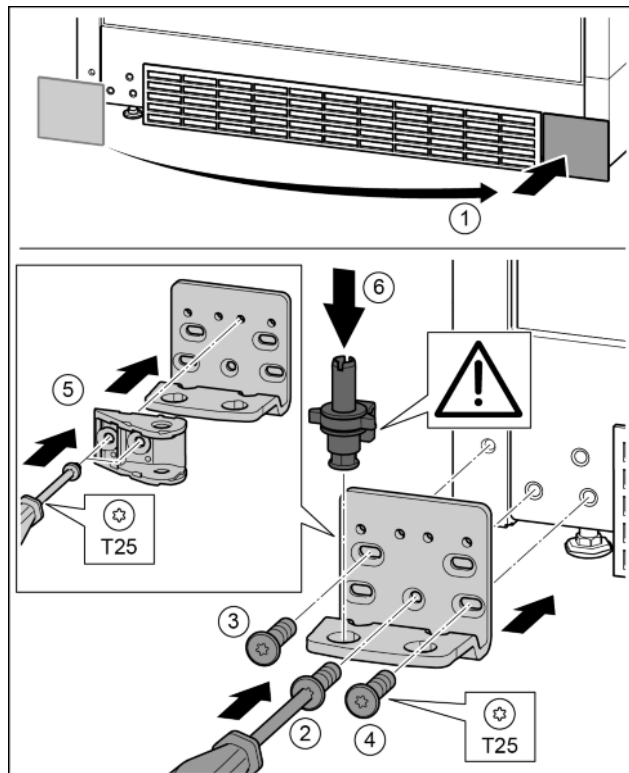

Fig. 31
- ▶ Зніміть кришку та встановіть її з іншого боку. *Fig. 31 (1)*
- ▶ Встановіть опорний кронштейн з іншого боку і закріпіть гвинтами за допомогою викрутки T25. Почніть із гвинта 2 знизу посередині. *Fig. 31 (2)*
- ▶ Закрутіть гвинти 3 та 4. *Fig. 31 (3, 4)*
- ▶ Поверніть з'єднувальний елемент демпфера на 180°. Пригвинтіть з іншого боку опорного кронштейна за допомогою викрутки T25. *Fig. 31 (5)*
- ▶ Вставте цілком опорний гвинт. При цьому виступ фіксатора повинен бути спрямований назад. *Fig. 31 (6)*